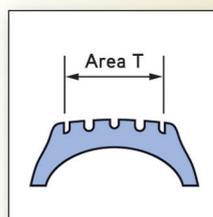

Fig. 1
- ▶ El área reparable corresponde al 80% del ancho de la banda de rodamiento (fig. 1).